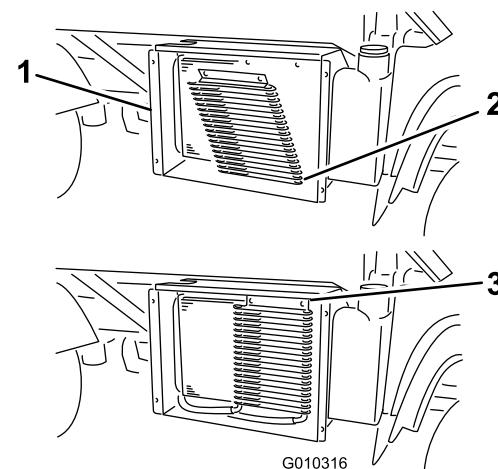

Figura 63
3. Se presenti, ruotate i fermi e spostate il refrigeratore dell'olio dal radiatore (Figura 63).